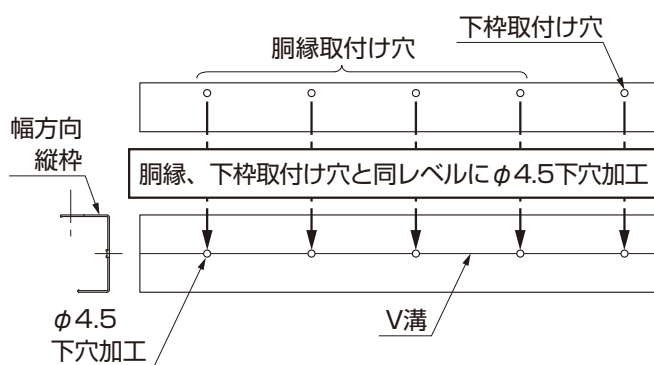

図6-1
- ①幅方向縦枠にφ4.5の下穴をあけてください。(図6-1参照)
- ②側面方向縦枠を上枠に【4-1】で取付けてください。
- ③側面方向下枠に波板押えパッキン5×10を貼付けてください。
- ④側面方向胴縁、下枠を柱にφ3.5の下穴をあけ【4-1】で取付けてください。
- ⑤幅方向縦枠を側面方向縦枠、胴縁、下枠に【4-1】で取付けてください。